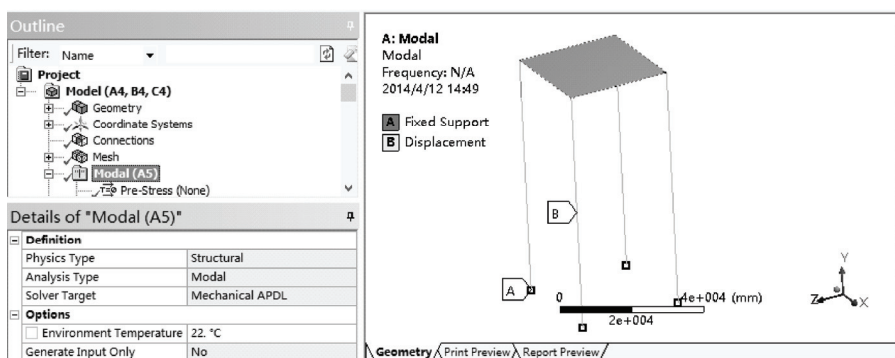

图 12-10 边界条件示意图
6) 选择 Mechanical 界面左侧 Outline 树结构图中的 Modal (A5) 选项，查看施加边界条件后的示意图，如图 12-10 所示。